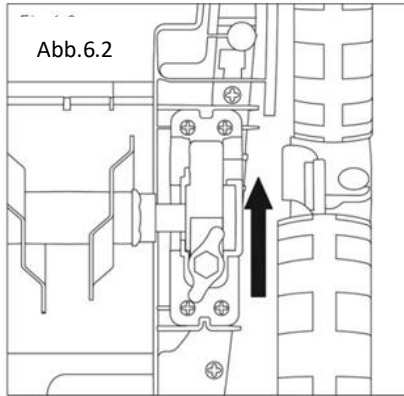

Abb.6.3
- Estrarre la flangia del sistema di lame dall'accoppiamento nell'alloggiamento della macchina (Fig. 6.3).